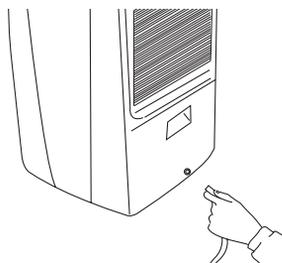

fig. 3
3. fissare il tubo flessibile all'apposito beccuccio (fig.3). Verificare che il tubo non sia strozzato o piegato.